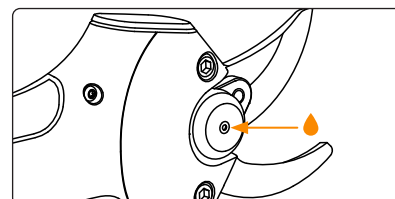

Figura 5. Posizione del foro di lubrificazione.
- La lama di taglio e quella inferiore devono essere lubrificate regolarmente inserendo del grasso universale nel foro di lubrificazione (piccolo foro sull'asse come mostrato nella Figura 5).